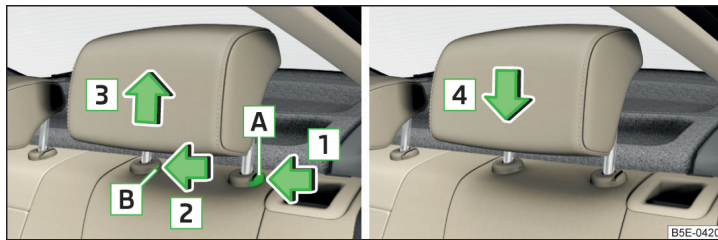

Abb. 71 Kopfstütze hinten herausnehmen/einsetzen
- Die Sicherungstaste **A** in Pfeilrichtung **1** halten, gleichzeitig mit einem Schlitzschraubendreher (mit einer Breite von max. 5 mm) die Sicherungstaste in der Öffnung **B** in Pfeilrichtung **2** drücken und die Stütze in Pfeilrichtung **3** herausnehmen » Abb. 71.